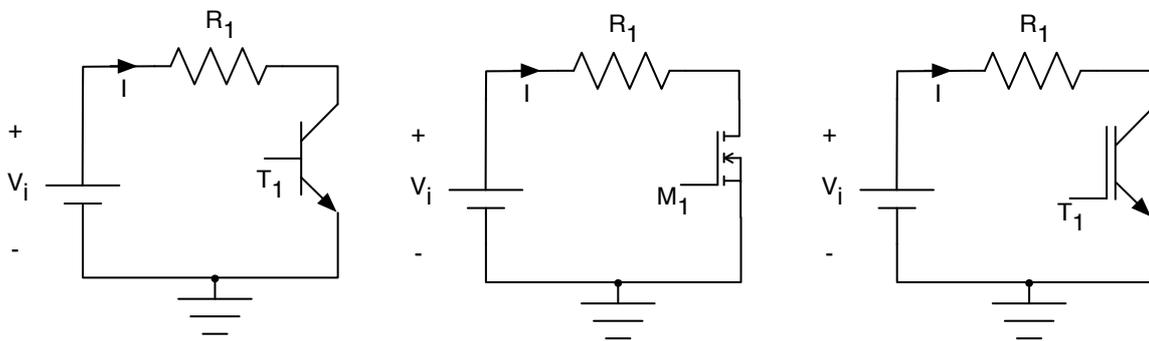

Figura 43 – Circuito para exercício proposto 01.
**EP 01)** Sejam os circuitos da Figura 43, considerando que a tensão da fonte é de 15 V. O resistor  $R_1$  tem resistência de  $10 \Omega$ . Os transistores são, respectivamente: TIP41, IRF740 e IRG4BC20W. Com base nas informações da folha de dados do fabricante, determine: